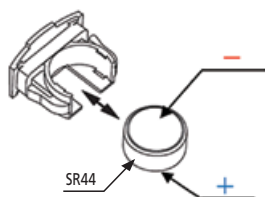

Fig. 1
4. Para o relógio tipo digital, use uma bateria SR44 (**Cód. 938882**). Preste atenção na polaridade: lado positivo para baixo. **(Fig. 1)**